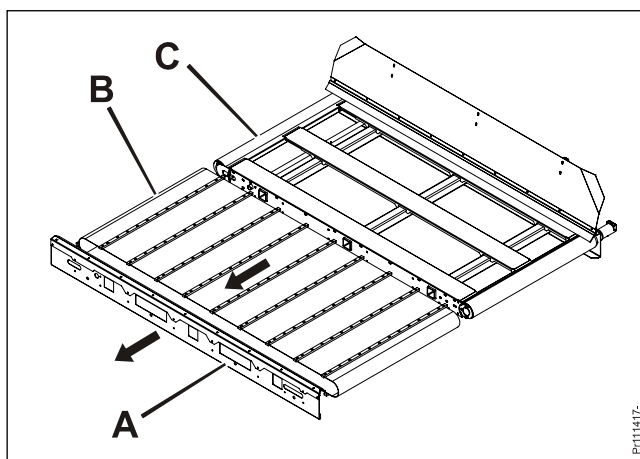

Fig. 4-7
- Fig. 4-7 Båndenhedens forreste skærm **A** med tilhørende super seal børste boltes af båndrammen **C**.
- Fig. 4-7 Båndet **B** trækkes herefter let af båndrammen **C** uden at andre dele følger med.